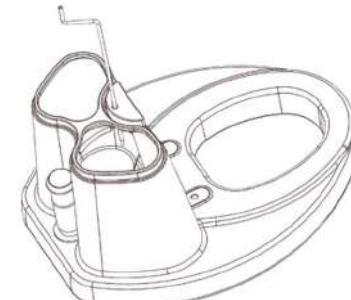

рис. 2
6. Проденьте привод разбрасывателя сквозь отверстие в верхней части корпуса туалета (рис. 2).